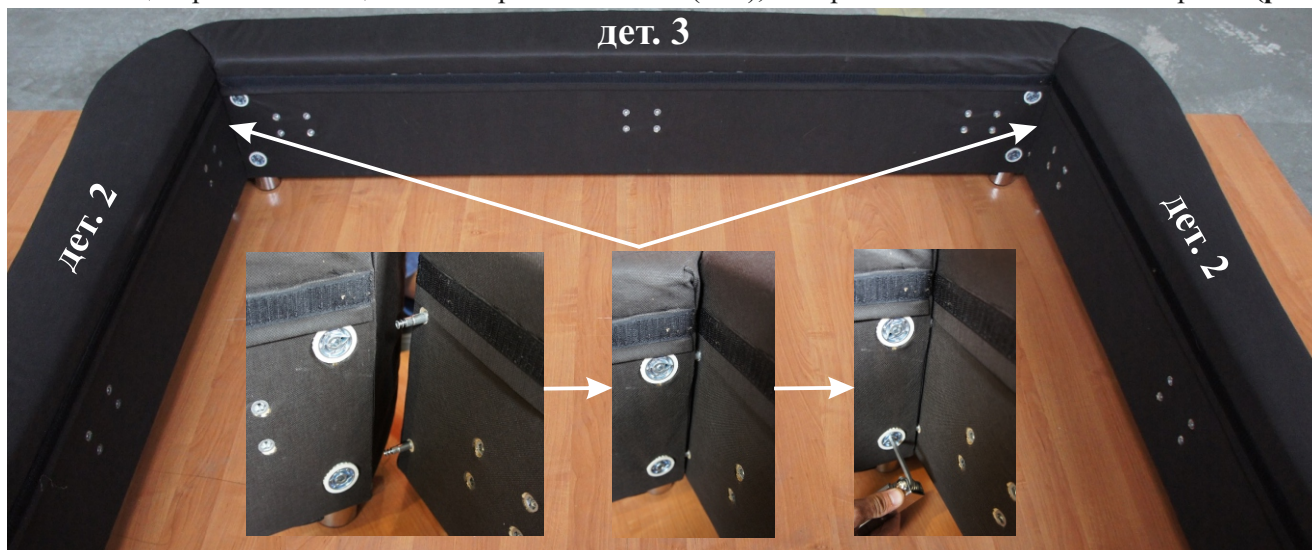

Рис. 3
4. Присоедините боковые царги (дет.2) к изножью (дет.3), вставив винты (Ф-4) в эксцентрики, установленные в изножье. Далее затяните эксцентрики с помощью шестигранного ключа (Ф-7), поворачивая ключ по часовой стрелке (рис.3).